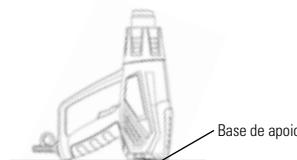

FIGURA 7.1 - BASE DE APOIO
5. Quando for apoiar o soprador desligado (figura 7.1) sobre uma superfície no intervalo entre operações, manterá-o na posição vertical, protegendo a resistência de eventuais correntes de vento que causam choques térmicos.